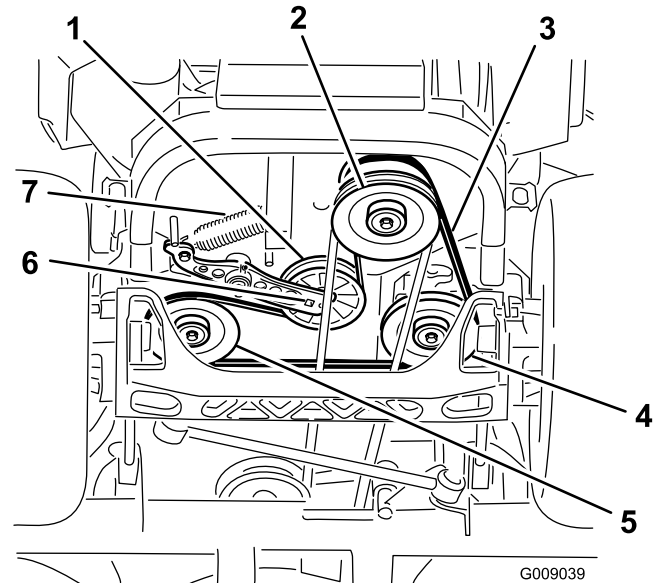

**Figure 77**
12. Posez les couvercles de courroie (Figure 77).